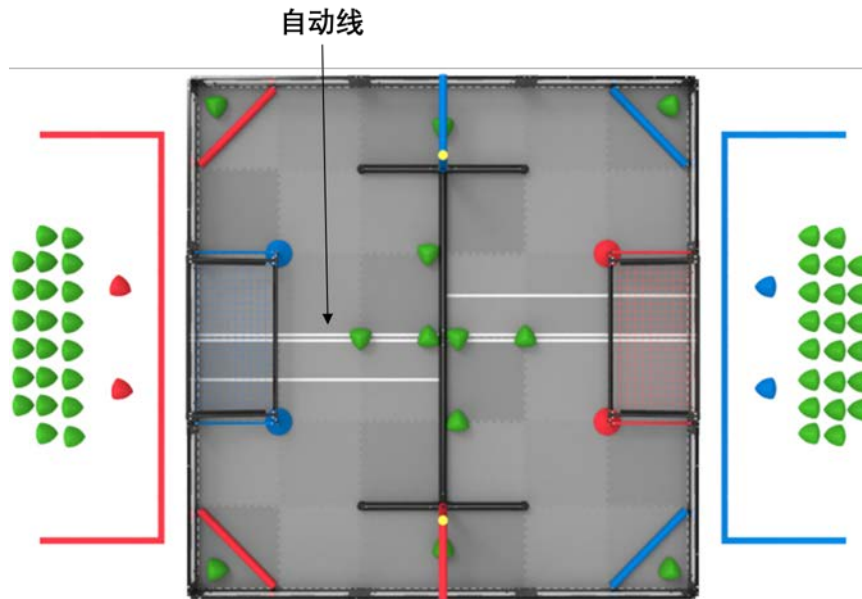

图 15 自动线
**自动线**——场地中间的自左向右贯穿的两条白线，用于区分自动阶段机器人的活动区域。如图 15 所示。